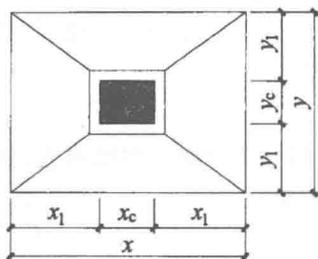
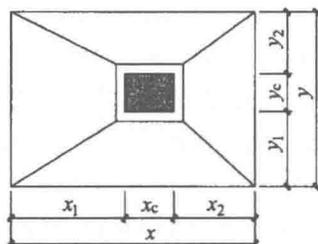

图 1-12 对称坡形截面普通独立基础原位标注
图 1-13 非对称坡形截面普通独立基础原位标注
② 坡形截面。对称坡形普通独立基础原位标注图，如图 1-12 所示。非对称坡形普通独立基础原位标注图，如图 1-13 所示。